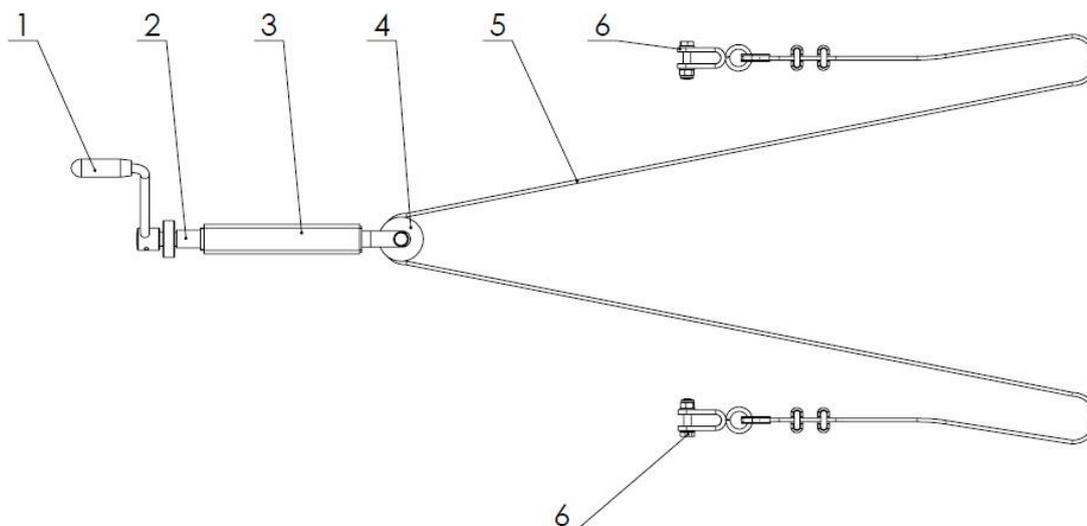

Abbildung 15. Schema der Feststellbremse
Die Ballenpresse kann mit einer handbetätigten Feststellbremse ausgestattet werden, deren Führungselement eine Schraubenspannung der an den Bremshebeln angeschlossenen Seile ist (Abbildung 15). Durch Drehen der Kurbel (1) im Uhrzeigersinn ändert sich durch das Seil (5) die Position des Bremshebels, der die Feststellbremse der Ballenpresse aktiviert. Die Feststellbremse wird gelöst, wenn die Kurbel in Fahrtrichtung wechselt.